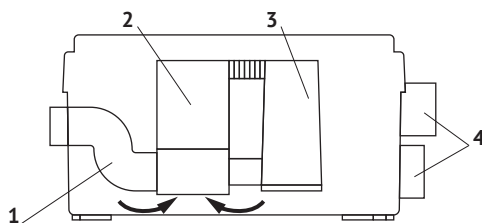

Рис. 2
Сточная вода из раковины и душа через боковые входы (4) поступает в накопительный бачок канализационной насосной станции (рис. 2). По мере заполнения бачка, жидкость давит на мембрану механизма автоматического включения/выключения (3), который запускает насос (2).